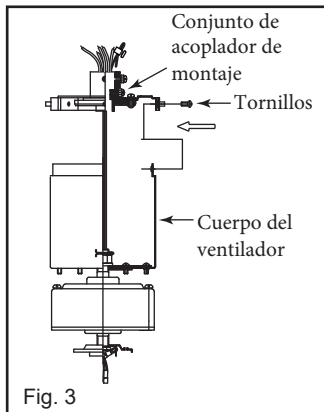

Fig. 3
Paso 3. Deslice los cables del motor del ventilador a través del conjunto del acoplador de montaje y luego apriete el conjunto del acoplador de montaje al cuerpo del ventilador con cuatro tornillos de montaje. (Fig. 3)